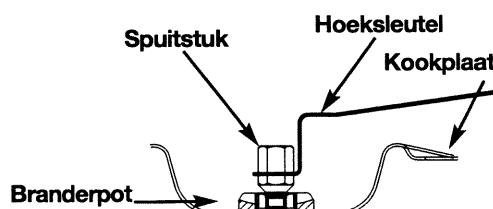

Fig. 2
- Schroef met de sleutel de spuitstukken in elke pot los en verwijder ze (fig 2).